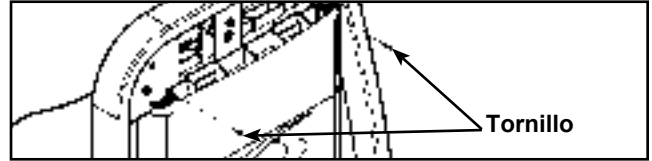

Figura 7
- G. Quitar asegurar superior de dos tornillos mover hacia atrás la cubierta. Ver Figura 7.